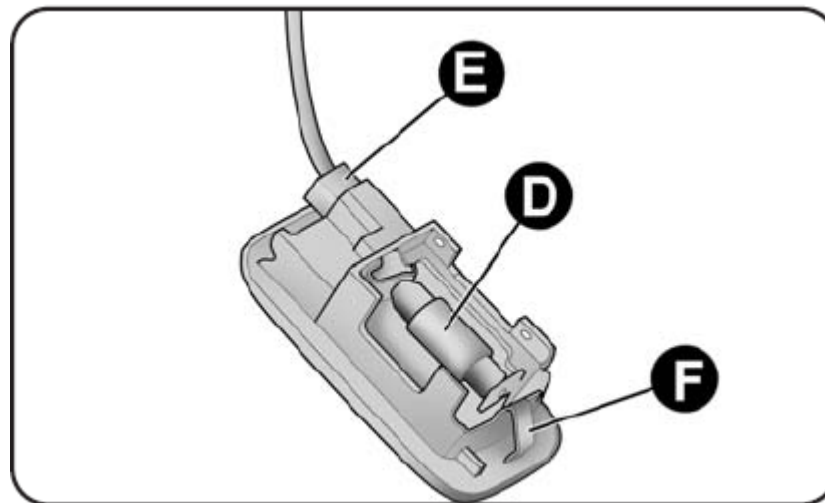

Рис. 37
- Снимите защитную крышку **B** сняв ее из закрывков **C**, замените лампу **D** – рис. 37 потянув ее и извлеките ее от боковых контактов;
- Установите плафон на место, сначала вставив в гнездо одной стороной **E** – рис. 37, затем, надавив с другой стороны, чтобы плафон зафиксировался закрывками **F**.